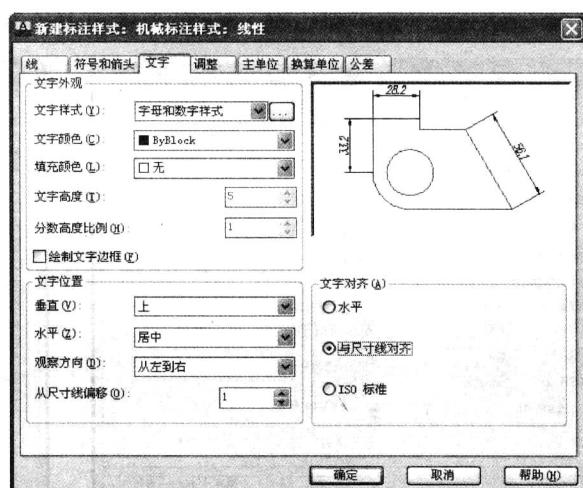

图 1-24 设置线性标注文字的对齐方式
2. 单击“继续”按钮，弹出“新建标注样式”对话框，打开“文字”选项卡，在“文字对齐”选项栏中选中“与尺寸线对齐”单选按钮，如图 1-24 所示。
2. 打开“文字”选项卡，在“文字对齐”选项栏中选中“与尺寸线对齐”单选按钮，如图 1-24 所示。